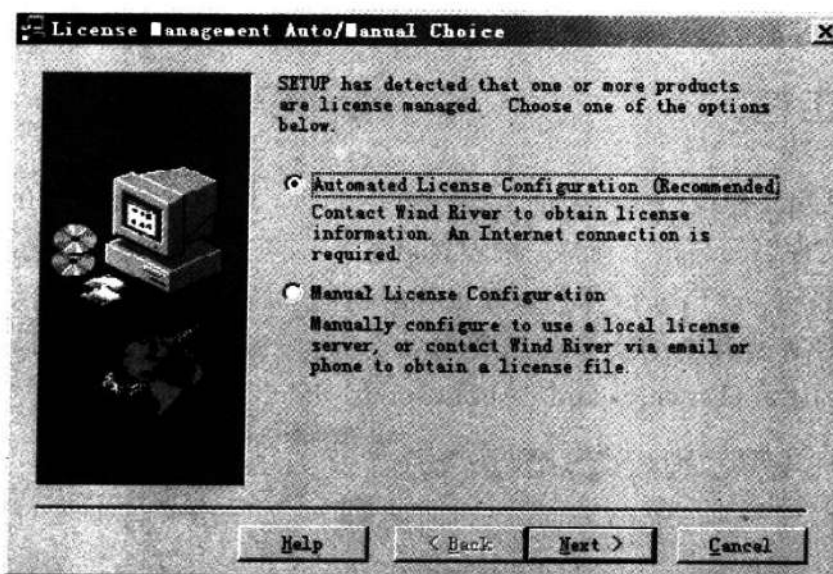
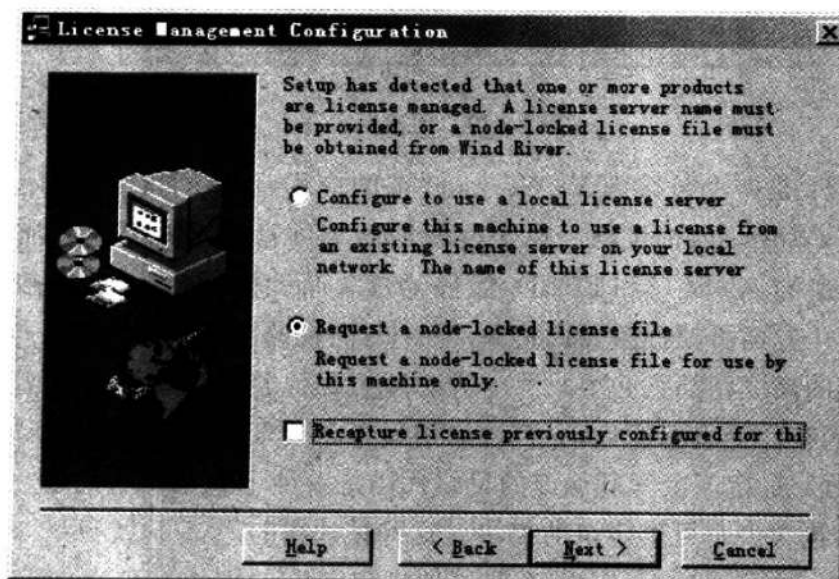

图 3-11 配置 License
图 3-12 设置为使用 License 文件
- ⑩ 最后需要配置 License 信息,可选择手工安装,并将由风河公司提供的 License 文件拷贝为<InstallDir>/license/WRSLicense. lic,如图 3-11 和图 3-12 所示。